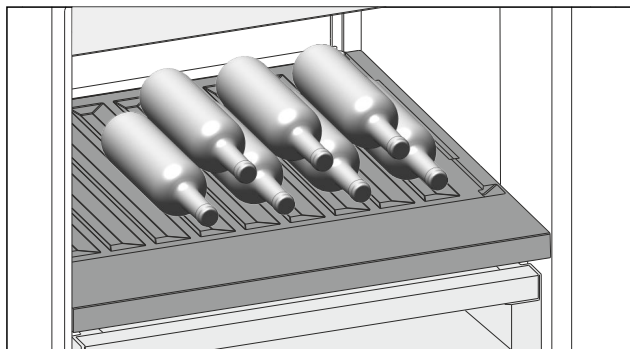

Fig. 167 Shembull ilustrues
- Shtrini shishet me fundin të drejtuar në faqen e pasme të frigoriferit. (shihni Fig. 167)